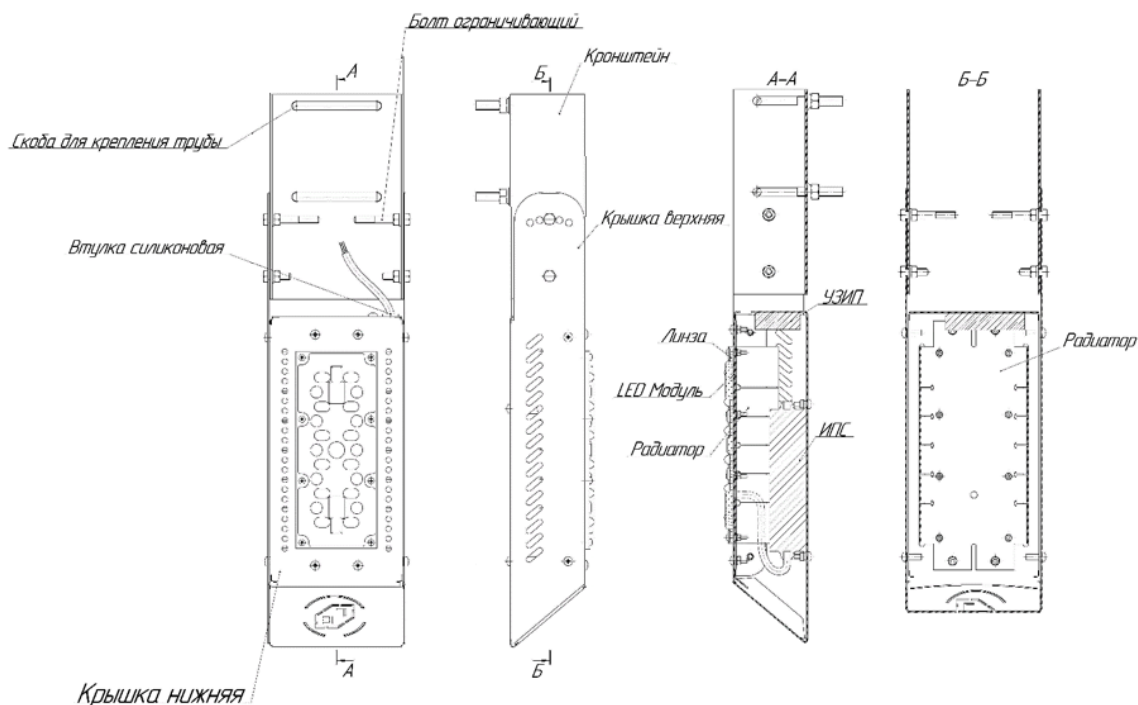

Рисунок 1 - Конструкция светильника
На нижней крышке корпуса (см. рис. 1) смонтирован светодиодный модуль и линза. Линза выполнена из ударопрочного ПММА (полиметилметакрилат) или ПК (поликарбонат), устанавливается поверх светодиодного модуля и фиксируются винтами по периметру, герметизация осуществляется силиконовым уплотнителем по периметру линзы. Источник питания для светодиодов, УЗИП (устройство защиты от импульсов перенапряжения) устанавливается внутри корпуса. Монтаж проводов выполнен внутри корпуса. Для отвода тепла от светодиодного модуля служит специальный безреберный радиатор из алюминия оптимальной формы. Для отвода тепла от источника питания в корпусе светильника выполнены вентиляционные отверстия.
4. Подвести сетевые провода к колодке, подключить провода от светильника к клеммной колодке. Для подключения светильника к электрической сети необходимо подключить сетевой электропитающий кабель к электрическому кабелю светильника (см. рис. 1), соблюдая требования по цветовому подключению проводов: земля – желто-зеленый провод; фаза – коричневый (или иного цвета); ноль – синий.